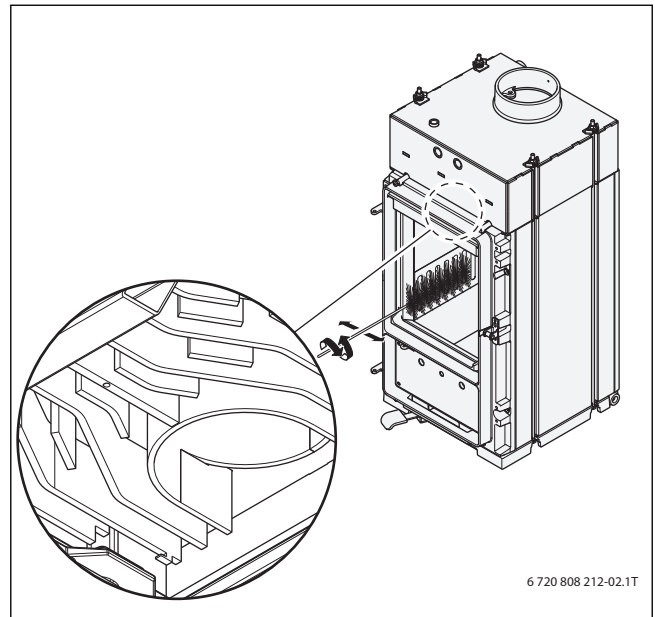

Bild 14 Feuerraum/Wärmetauscher reinigen
- ▶ Wärmetauscher und Heizgaskanäle mit der Reinigungsbürste reinigen (→ Bild 14, Seite 18).